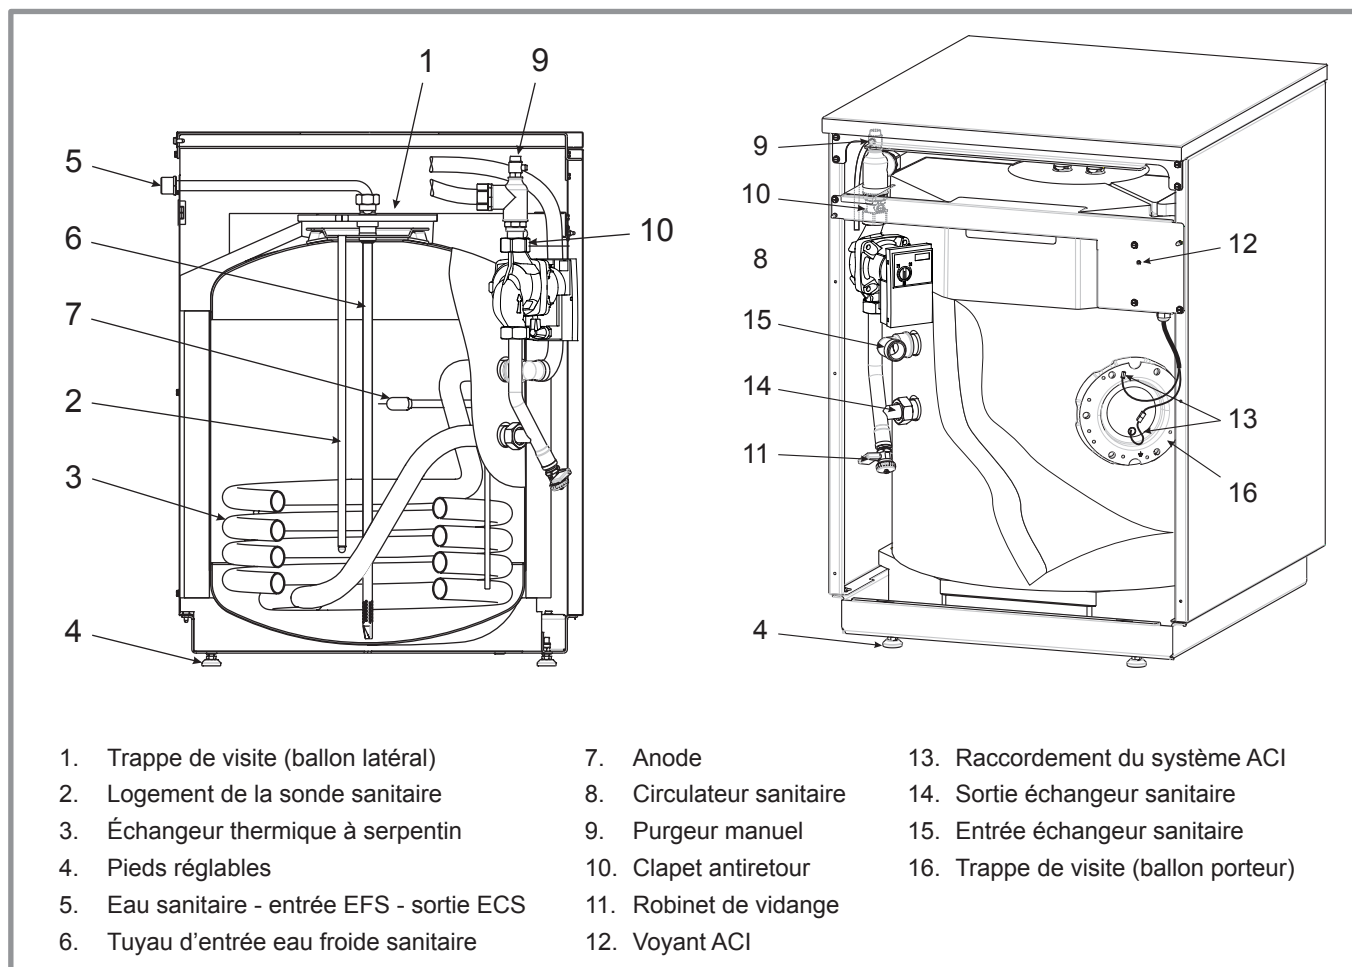

figure 5 - Coupe schématique et organes de l'appareil
- Placer la sonde sanitaire dans le doigt de gant du ballon (rep. **2**, *figure 5*, *page 4*).
Placer la sonde sanitaire dans le fond du doigt de gant du ballon sanitaire. (rep. 2, figure 5, page 4).
Le voyant clignotant (rep. 12, figure 5, page 4) indique que le système est bien sous tension.